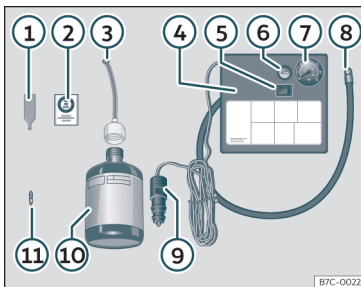

Abb. 34 Prinzipdarstellung: Bestandteile des Pannensets.
Das Pannenset befindet sich im Gepäckraum unter dem Bodenbelag. Es besteht aus folgenden Bestandteilen»» Abb. 34 :
• Ventilkappe und Ventileinsatz vom Reifenventil abschrauben. Verwenden Sie den Ventileinsatzdreher»» Abb. 34 ① zum Heraus-schrauben des Ventileinsatzes. Legen Sie den Ventileinsatz auf einem sauberen Untergrund ab.
• Reifendichtmittelflasche kräftig schütteln »» Abb. 34 ⑩.
• Schrauben Sie den Einfüllschlauch »» Abb. 34 ③ auf die Dichtmittelflasche. Die Folie am Verschluss wird automatisch durchstoßen.
• Verschlussstopfen vom Einfüllschlauch »» Abb. 34 ③ entfernen und das offene Ende ganz auf das Reifenventil stecken.
• Ventileinsatz mit dem Ventileinsatzdreher »» Abb. 34 ① wieder in das Reifenventil schrauben.
• Reifendichtmittelfüller»» Abb. 34 ⑧ des Luftkompressors fest auf das Reifenventil schrauben.
- Prüfen, ob die Luftblassschraube »» **Abb. 34 ⑥** zuge dreht ist.
- Stecker»» **Abb. 34 ⑨** in die 12 Volt-Steckdose des Fahrzeugs stecken»» Seite 159.
- Luftkompressor mit dem EIN- und AUS-Schalter»» **Abb. 34 ⑤** einschalten.
- Kleben Sie den Aufkleber»» **Abb. 34 ②** im Sichtfeld des Fahrers auf das Kombi-Instrument.
Den Reifenfüllschlauch»» **Abb. 34 ⑤** wieder anschließen und den Reifenfülldruck an der Reifenfülldruckanzeige **⑥** ablesen.